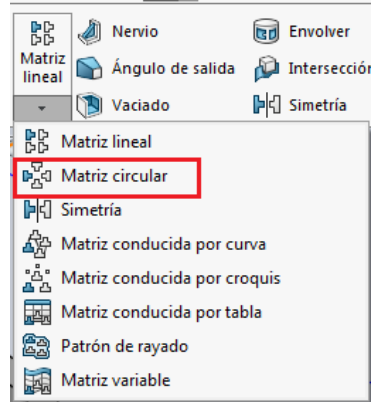
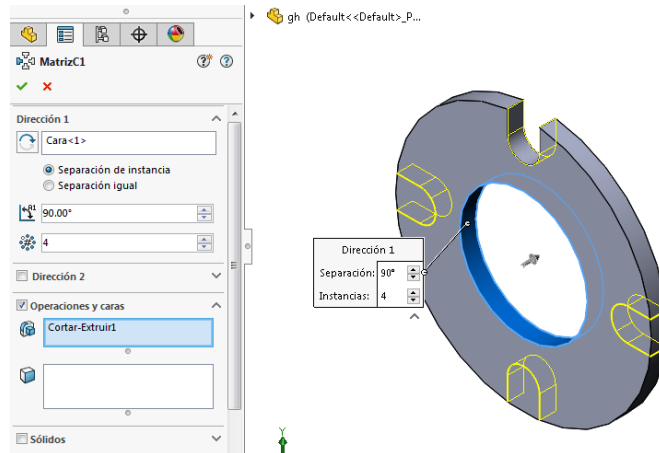
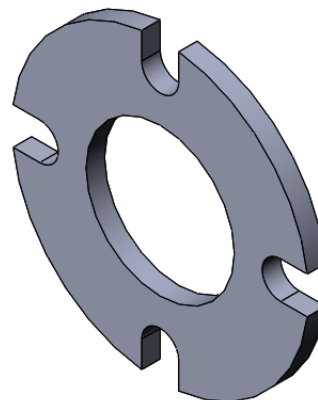

Ilustración 73
Ilustración 74
Ilustración 75
Paso 2: Se selecciona la operación Matriz circular (ver ilustración 73), a continuación aparece el menú de operación en donde se debe indicar la cantidad de repeticiones, la distancia en Angulo entre ellas, la operación a repetir y el eje de la matriz generando un bosquejo (ver ilustración 74) y al finalizar la operación se obtiene la figura deseada (ver ilustración 75).